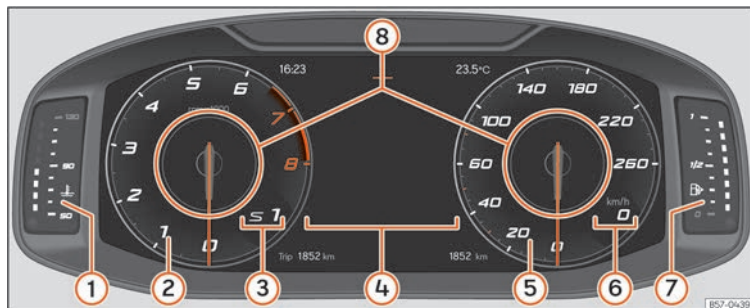

Abb. 62 SEAT Digital Cockpit in der Schalttafel (klassische Ansicht).
In allen Ansichten können die angezeigten Informationen in den **Informationsprofilen** » **Abb. 62** ⑧ personalisiert werden.
Die Zeiger der Umdrehungen pro Minute und der Geschwindigkeitsmesser werden über die gesamte Länge angezeigt  **Abb. 62**.